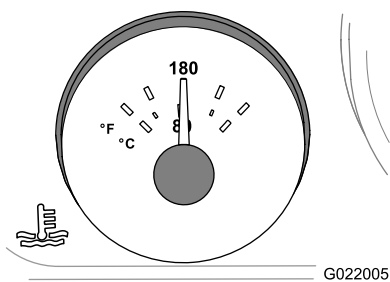

Рисунок 82
E. Дайте двигателю поработать в течение 5 минут или пока индикатор температуры охлаждающей жидкости в блоке приборов не покажет 82°C (180°F), затем остановите двигатель (Рисунок 82).